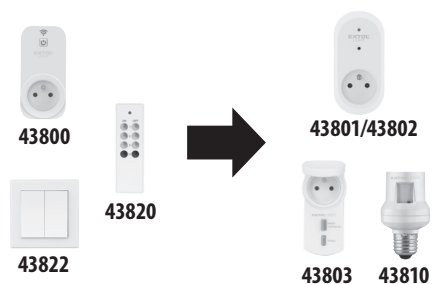

Abb.1
- Mit den links dargestellten Bediengeräten (Sender - siehe Abb. 1) können die rechts abgebildeten Empfänger bedient werden. Mit einem links dargestellten Bediengerät können entweder die gleichen Empfänger bedient werden, z. B. drei gleiche Steckdosen, oder unterschiedliche Empfänger, wie z. B. die Innenraumsteckdose Extol® Light 43801/43802, Fassung (Licht) Extol® Light 43810, Außenbereichsteckdose Extol® Light 43803 usw. Mit allen Bediengeräten können die Empfänger rechts bedient werden. Die Anzahl der gesteuerten Geräte wird durch die Kapazität des Bediengerätes festgelegt.